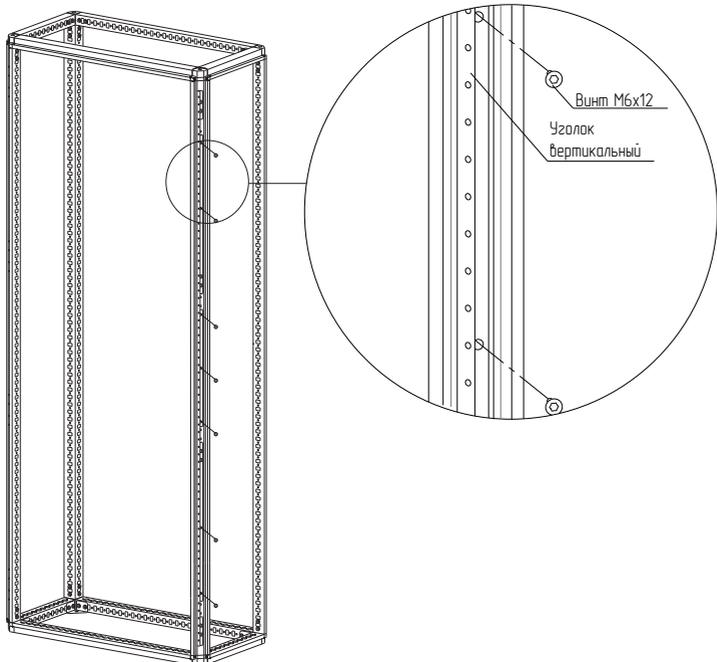

Рисунок 50
4.26.4 Закрепить уголок вертикальный для дверей частичных винтами М6×12 (рисунок 50). Момент затяжки – 7 Н·м.